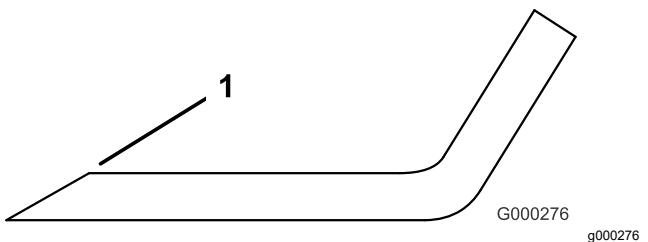

Figure 27
1. Aiguissez le tranchant à chaque extrémité de la lame (Figure 27).